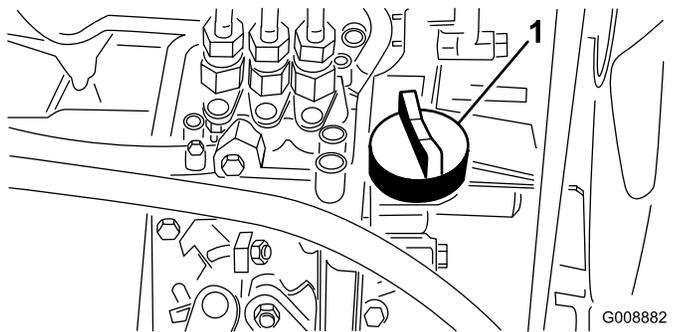

Bild 26
4. Entfernen Sie bei niedrigem Ölstand den Ölfülldeckel (Bild 26), gießen langsam kleinere Ölmengen ein und prüfen den Stand regelmäßig, bis die Voll-Markierung am Peilstab erreicht wird.